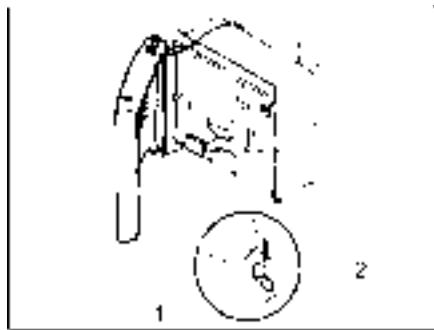

Bild 109 Heizungsverkleidung, Haltetaschen
- Heizungsverkleidung montieren. Dazu Verkleidung (Bild 109,1) auf die unteren Haltetaschen (Bild 109,2) stellen.